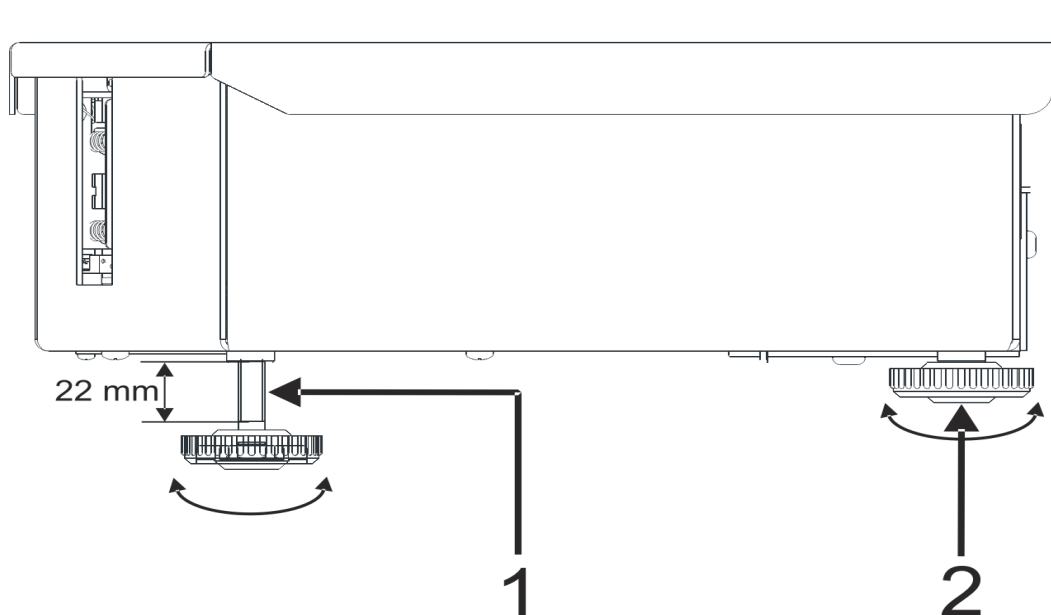
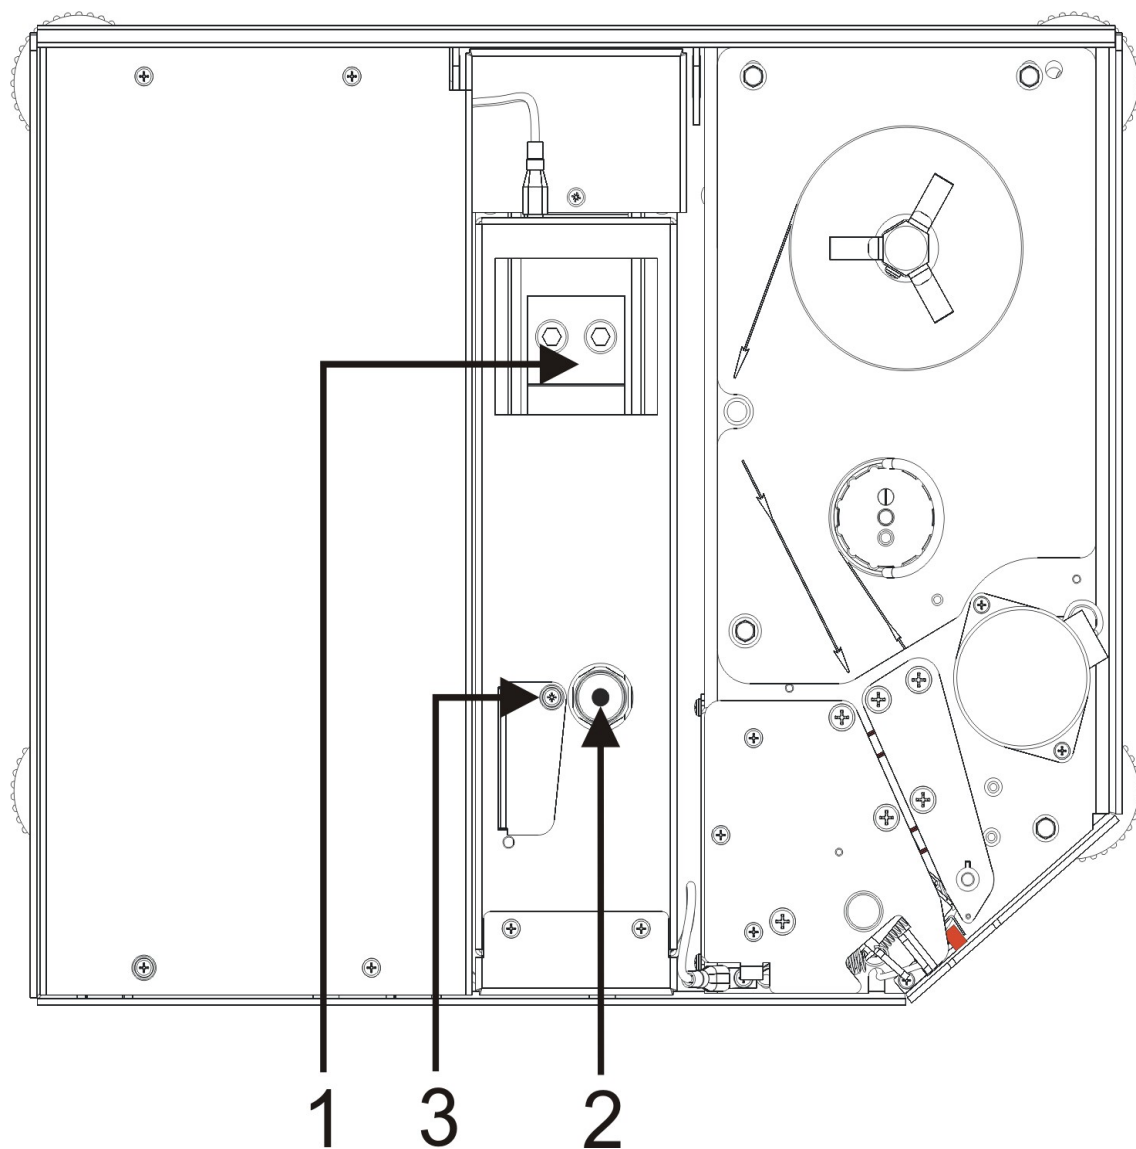

Рис. 5
Рис. 7
С помощью двух крепежных болтов и шестигранного ключа установите и закрепите платформу *весов*, см. Рис. 7 (1). В закрытом состоянии платформа *весов* не должна касаться стенок корпуса *весов*.
Весы должны быть установлены на ровной горизонтальной поверхности. С помощью вращения опор *весов*, см. Рис. 5 (1), (2), отрегулируйте положение *весов*, ориентируясь на показания ампулы уровня так, чтобы положение корпуса *весов* стало строго горизонтальным. Максимальное смещение указателя ампулы уровня от центральной метки не должно превышать 2 мм, см. Рис. 7 (2). Место установки не должно быть подвержено вибрации, резким перепадам температур, действию повышенной влажности или воздушных потоков. Несоблюдение этих требований может сказаться на точности и работоспособности *весов*.